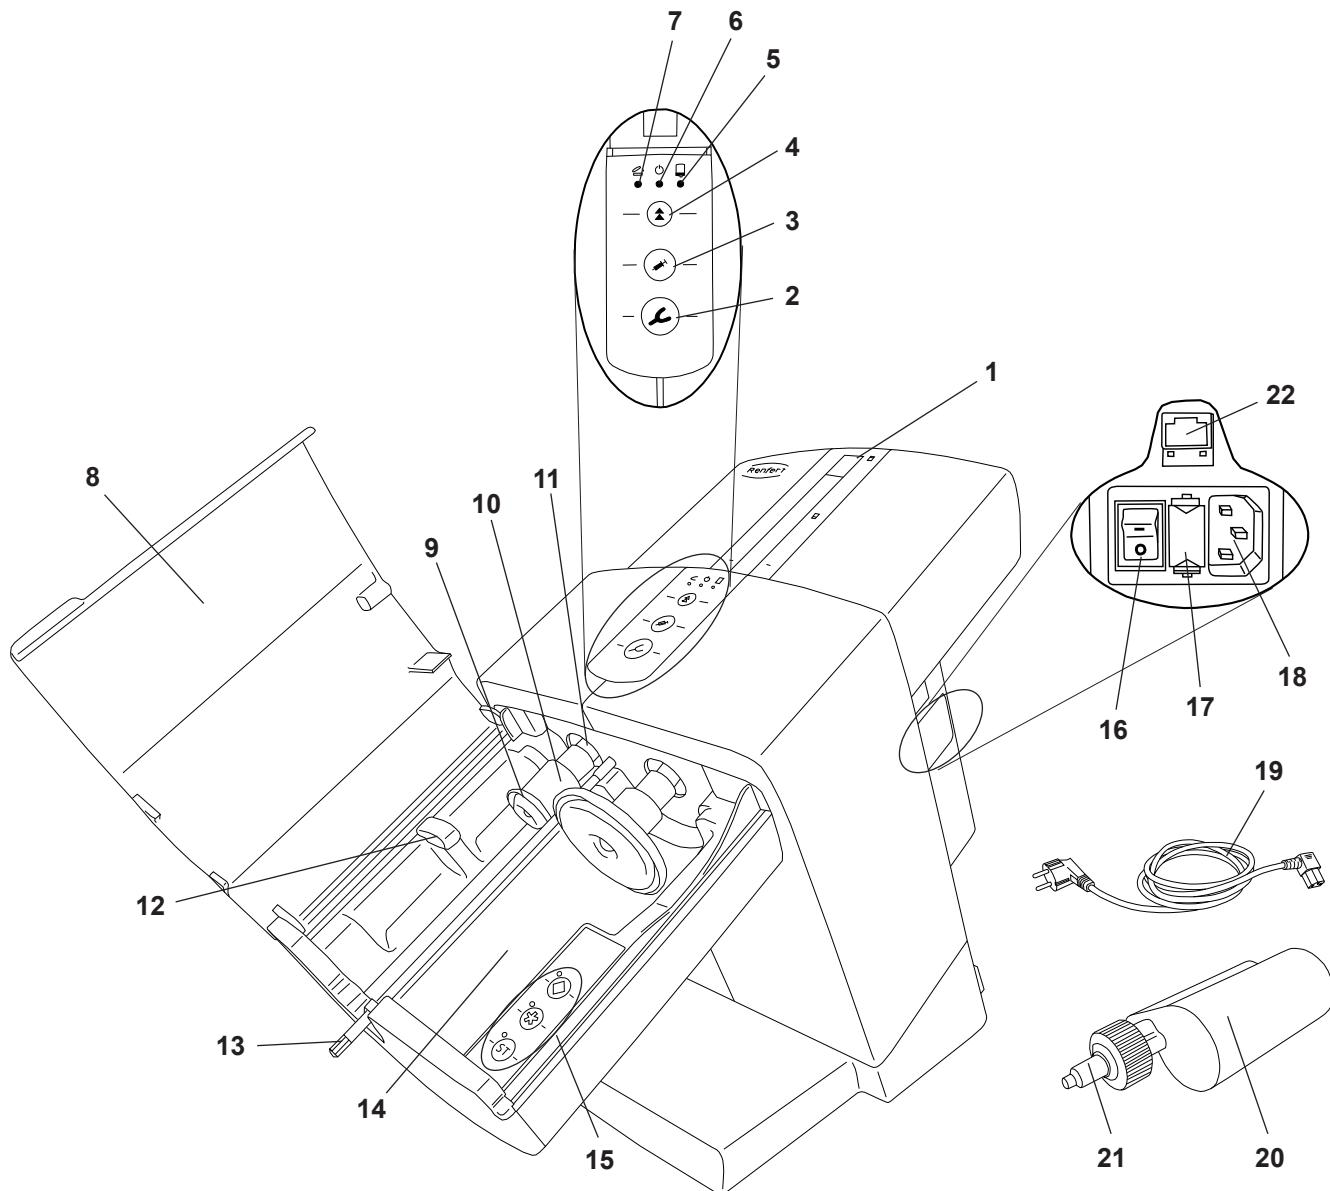
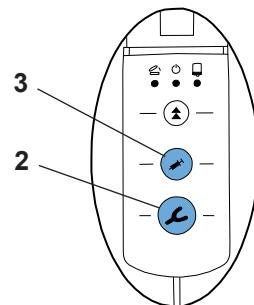

Fig. 1
Fig. 8
- ⇒ Slut det medfølgende strømkabel (19, Fig. 1) til lysnetkontakten (18).
- ⇒ Tænd for enheden på hovedafbryderen (16).
- ⇒ Tryk på tilbagetrækningstasten (4).
- ♦ Trykpladerne (9, Fig. 1) kører tilbage i udgangsposition og stopper der.
- ⇒ Åbn enhedens dæksel (8, Fig. 1).
- ⇒ Fjern transportsikringen (23).
En patron kan kun lægges i eller udskiftes, når de to trykplader (9, Fig. 1) befinder sig i udgangspositionen.
- ⇒ Luk enhedens dæksel (8, Fig. 1).
- ⇒ Læg patronen (20) ind i apparatet. Vær opmærksom på, at patronen kommer til at ligge under låsetappen (12).
- ⇒ Vælg blandeprogram (15), se også afsnit 5.1.1.
- Apparatets dæksel kan kun lukkes, hvis patronen er lagt korrekt i. Sålænge apparatets dæksel ikke er lukket ordentligt, lyser den røde LED „Apparatdæksel åbent“ (7, Fig. 1).
- Programmet (5) aktiveres automatisk, hvis operatøren trykker på en af forsyningstasterne (aftryksske (2), Fig. 8) eller aftrykssprøje (3, Fig. 8)) uden at vælge et blandeprogram. Lampen tændes ved siden af (5).
- ⇒ Tryk fremføringstast (2) eller (3), og hold dem trykket:
- Støbeske (2), stor udpresningshastighed eller
- dispenser (3), lille udpresningshastighed
- ♦ Blandingssekskanten (13, Fig. 1) begynder at dreje sig, bliver automatisk flettet ind i blandingsdysen (21, Fig. 1) og stopper så igen.